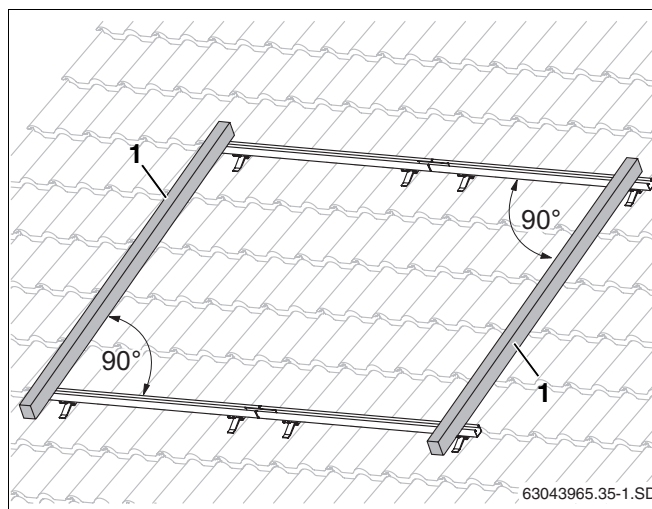

Fig. 33 Nivelar los perfiles guía
- ▶ Alinee los perfiles guía superiores e inferiores lateralmente y en posición horizontal (fig. 33, utilice un nivel de burbuja).
Mida las diagonales o coloque, por ejemplo, un listón (fig. 33, **pos. 1**) en los extremos de los perfiles guía. El ángulo entre el listón y el perfil guía debe ser de 90°. Nivele los perfiles guía mediante los orificios ovalados.